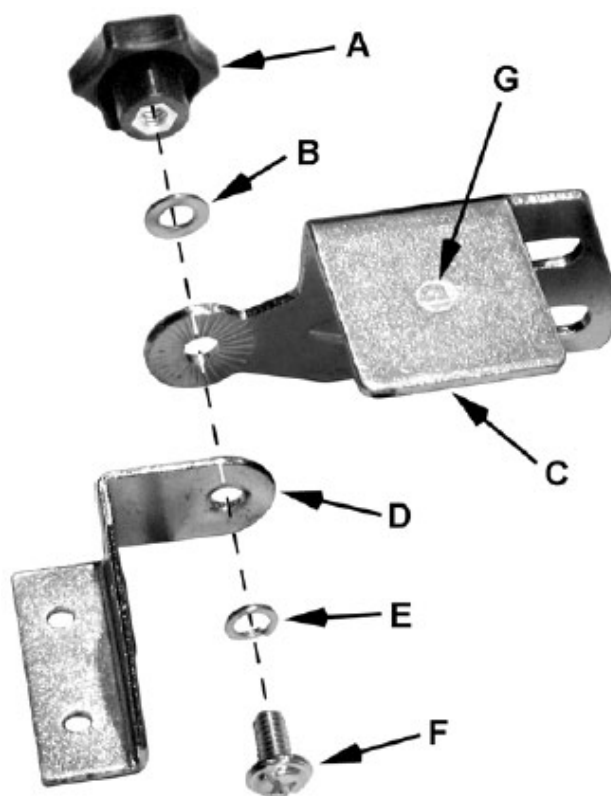

Рисунок 1
- 2 Скоба (D) (см. примечание)
- 2 Ручка замка (A)
- 2 Искрогаситель (C) (см. примечание)
- 2 1/4"x1/2" Винт (F)
- 2 1/4" Шайба (B)
- 2 1/4" Шайба-гровер (E)
**Примечание:** Скоба (D) и искрогаситель (C) имеют маркировку «L» (G, Рис. 1) для левой стороны и «R» для правой стороны.
- 1 Соберите левый искрогаситель и скобу экрана согласно Рис. 1 они имеют маркировку «L»
- 2 Подручник левый (J), правый (не показан)
- 4 5/16"x3/4" Винт (C)
- 4 5/16" Шайба (D)
**Примечание:** Подручники бывают, левый и правый см. рис. 1 чтобы гарантировать правильность их установки.
1. Установите левый суппорт (J), при помощи двух винтов 5/16" x 3/4" (C) и двух плоских шайб 5/16" в кожух круга (M).